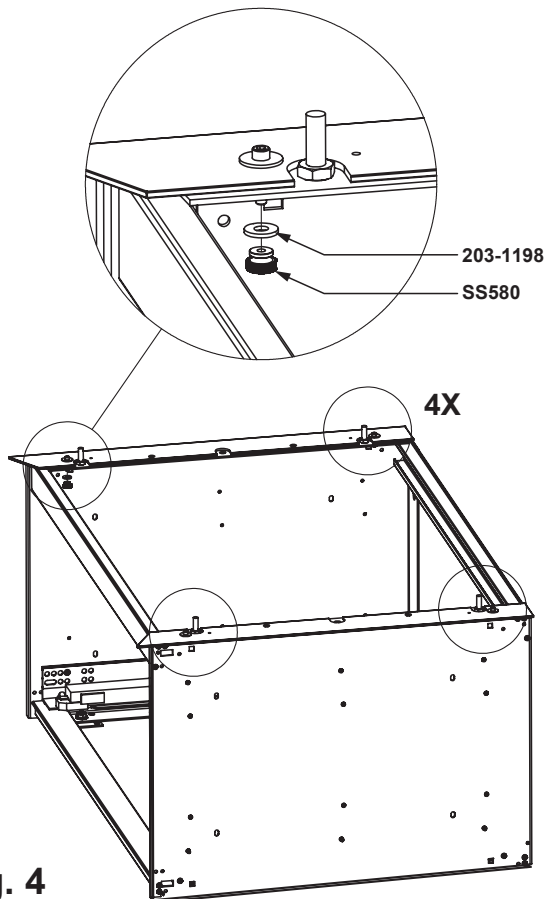

fig. 4
3. Place the stacking spacer assemblies as shown in fig. 4 and install the washers (203-1198) and thumb screws (SS580) to hold the assembly in place.
3. Placez les ensembles d'entretoises de couple comme indiqué dans la figure 4 et installez les rondelles (203-1198) et les écrous à serrage à main pour maintenir l'ensemble en place.
3. Coloque las armazones de espaciadores como lo muestra la fig 4 e instale las arandelas (203-1198) y tuercas manuales (SS580) para sostener la armazón en su sitio.